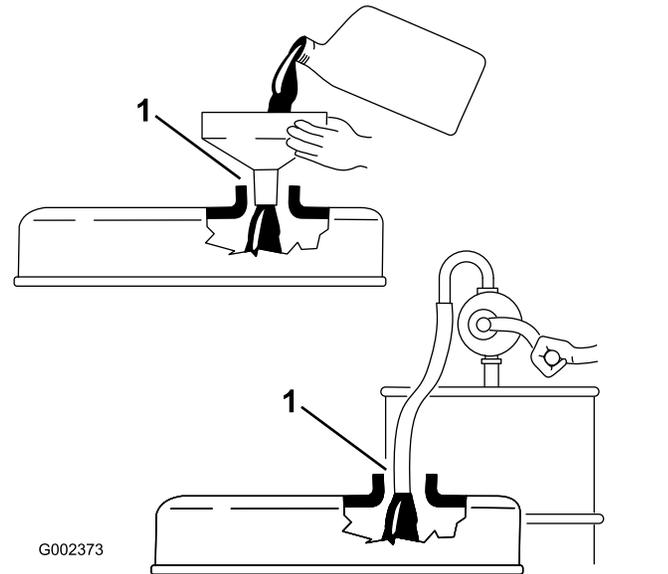

Figura 33
**Importante:** Al añadir aceite de motor o al cambiar el aceite, debe haber holgura entre el dispositivo de llenado de aceite y el orificio de llenado de la tapa de las válvulas, según se muestra en Figura 33. Esta holgura es necesaria para permitir la ventilación durante el llenado, lo cual evita que el aceite se derrame sobre el respiradero.